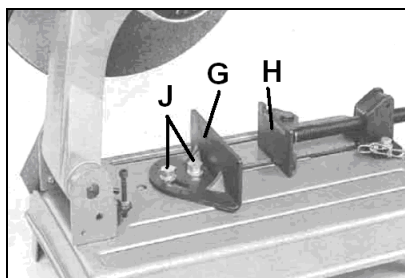

Fig 5
Afin d'augmenter la capacité de serrage, il est possible de fixer le mors de serrage (G, Fig 5) dans différentes positions.
Desserrer les vis (J, Fig 5) et positionner le mors de l'étau (G) dans la position d'onglet désirée. Resserrer les vis.